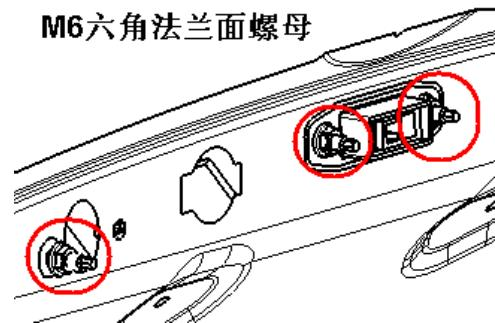

图 1-16-1
1、打开行李箱盖，从行李箱盖内侧用 M10 的套筒或其它工具拆卸 3 个六角法兰面螺母（下图 1-16-1 所示位置），其中中间两个与行李箱锁 I 共用，另外 1 个与行李箱锁 II 共用。